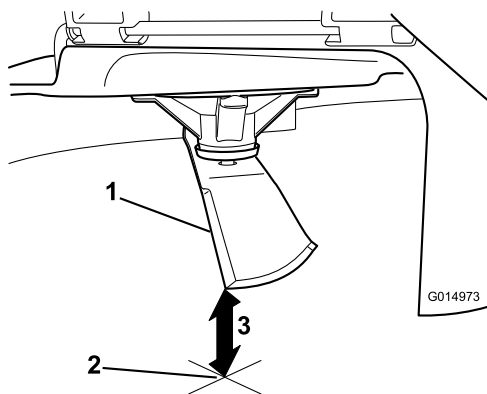

Figure 89
3. Mesurez la distance entre la pointe de la lame et la surface plane (Figure 89).